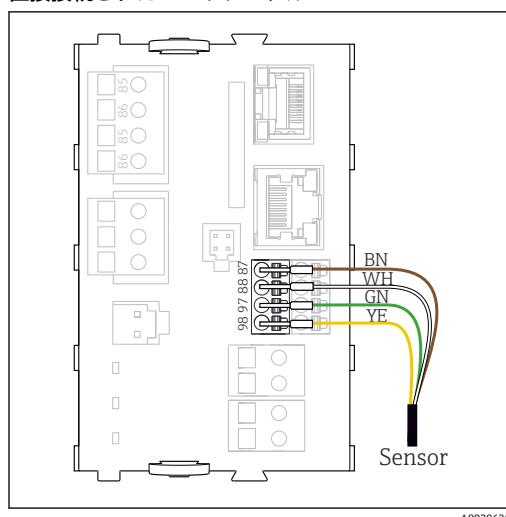

図 24 センサ、追加供給電圧なし
- 、ベーシックモジュール -L、-H または -E (→ 図 24 以降) の端子コネクタにセンサケーブルを直接接続